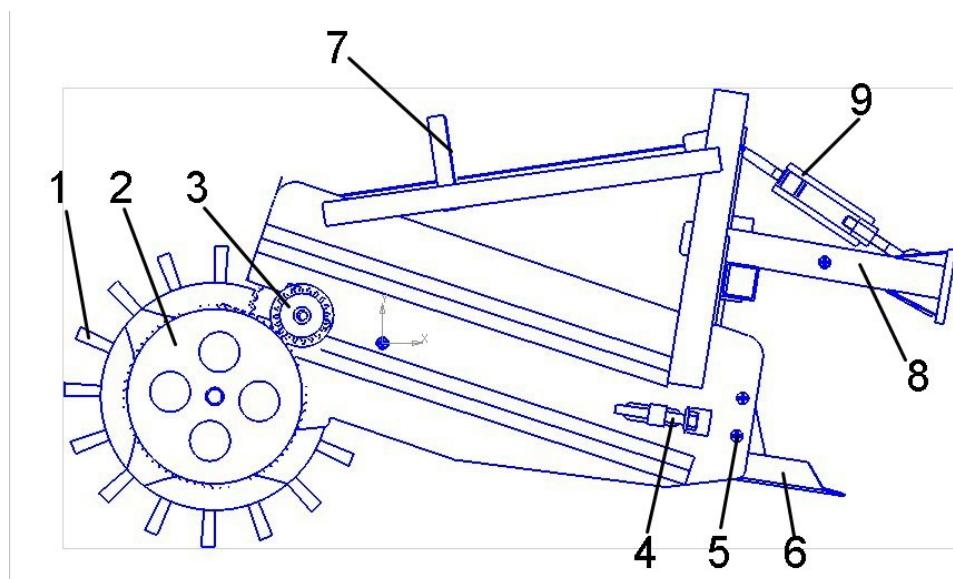

Рисунок 1 – Основные узлы картофелекопателя КМ-4
Регулировка глубины хода лемеха осуществляется при помощи регулировочного винта (поз.5, рис. 1) . Для регулировки винт необходимо ослабить, перевести лемех в желаемое положение, и затянуть регулировочный винт. Так-же на величину заглубления картофелекопалки влияет общий угол наклона картофелекопалки. Для его изменения необходимо произвести регулировку сцепки с помощью талрепа (поз.9, рис. 1). Раскручивание талрепа приведет к уменьшению общего угла атаки, закручивание – к увеличению общего угла атаки картофелекопалки.
Привод транспортера осуществляется по средствам зубчатой передачи от оси грутозацепов (поз.1, рис. 1) к ведущей оси транспортера.
1) Сцепку картофелекопателя (поз.8, рис. 1) перевести из транспортировочного положения в рабочее, для этого необходимо ослабить болты крепления сцепки, и повернуть сцепку на 180° таким образом, чтобы крайняя точка сцепки выступала за габариты картофелекопалки. После этого необходимо затянуть болты крепления.
5) Плавность хода транспортера и его степень натяжения регулируется с помощью болтов-натяжителей (поз.4, рис. 1) ведомой оси транспортера.
При необходимости, для улучшения заглубления, навесить на трубки крепления грузов (поз.7, рис. 1) утяжелители массой от 10 до 25 кг.
Подрезанный лемехом пласт грядки поступает на транспортер машины. На транспортере пласт подвергается крошению и просеиванию между прутками за счет вращательный колебаний осуществляемых приводом ведущего вала. Не просеявшиеся комки (диаметр более 25мм) почвы, клубни картофеля и ботва выбрасываются на поверхность поля по следу машины. С помощью грунтозацепов 1 (рис. 1) картофелекопатель перемещается копируя рельеф поля, а также происходит передача крутящего момента на вал транспортера.